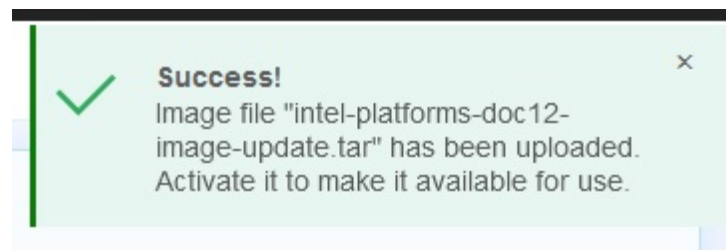

Рис. 93. Окно с уведомлением о завершении установки обновления ВМС
- 7) После обновления BMC появится сопутствующая надпись об успешном завершении обновления. Окно показано на рис. 93 Окно с уведомлением о завершении установки обновления BMC